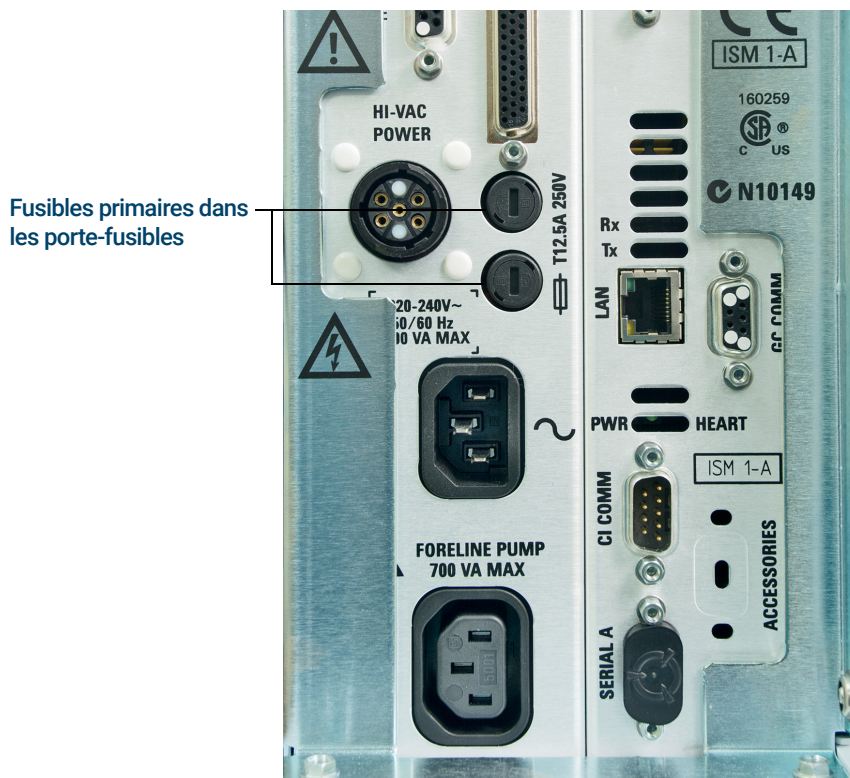

Figure2. Fusibles primaires
- 2 Tourner l'un des porte-fusibles dans le sens inverse des aiguilles d'une montre jusqu'à ce qu'il sorte. Les porte-fusibles sont à ressort. (Voir Figure 2 page 37.)